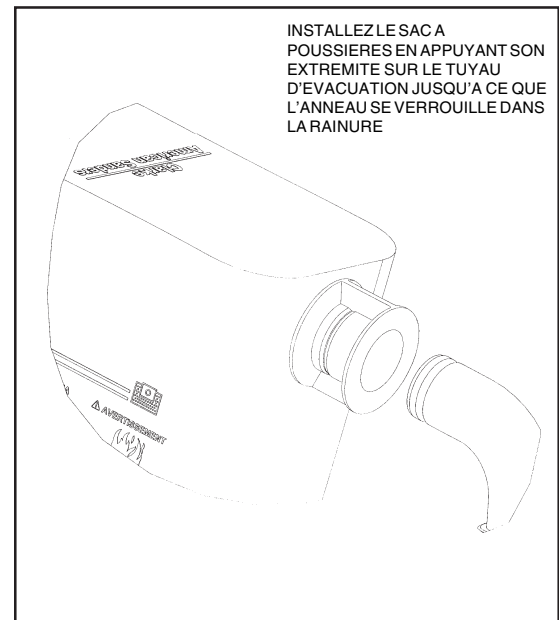

Figure 3.2
1. Installez le sac à poussières en appuyant son extrémité sur le tuyau d'évacuation jusqu'à ce que l'anneau se verrouille dans la rainure (figure 3.2). On y parvient plus facilement en appuyant sur l'arrière de l'ouverture du sac avec la paume de la main.
⚠ DANGER : Il faut mettre cette machine à la terre. Si un mauvais fonctionnement électrique survient, le conducteur de mise à la terre fournira un passage à la charge dangereuse. Ne pas brancher cet appareil à une autre prise murale que l'une des deux illustrées à la fig. 3.2. Consultez un électricien si vous pensez que la prise murale n'est pas correctement câblée. Ne pas enlever la broche de la rallonge. Ne pas utiliser cet appareil avec un cordon ou des connecteurs endommagés.